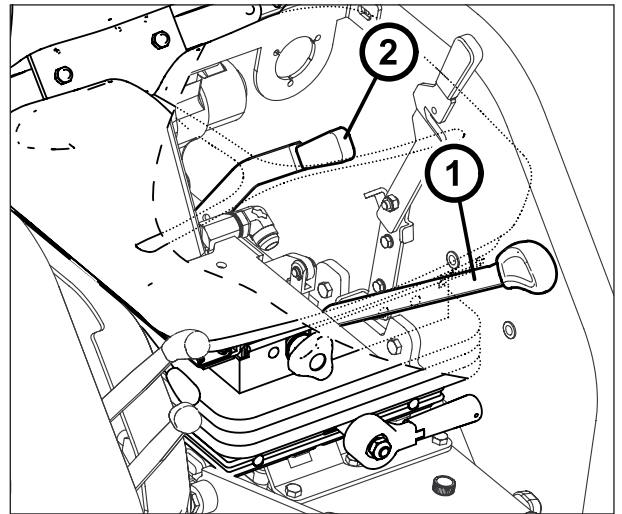

Fig. 39b
1. *Palanca de conexión TdF (Fig. 39b)*
2. *Palanca de selección TdF Fig. 39b)*